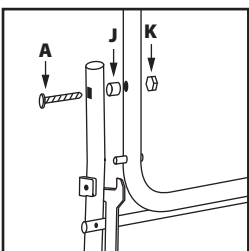

Fig. 5
- Attachez l'élément **4** à l'élément **3** à l'aide des fixations **A, J et K**. Ne serrez pas excessivement. Répétez la procédure de l'autre côté (**Fig. 5**). Notez la position des entretoises d'espacement **J** nécessaires au bon fonctionnement du chevalet.